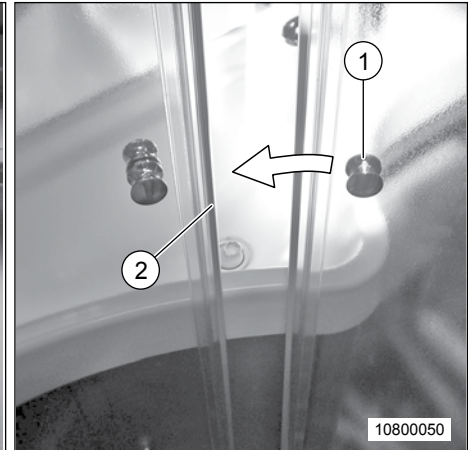

Fig. 118 Porte coulissante de la douche
2. Glisser la porte coulissante en la tenant au bouton (Fig. 118, Pos. 1) jusqu'au rail de butée de l'élément pivotant (Fig. 118, Pos. 2).